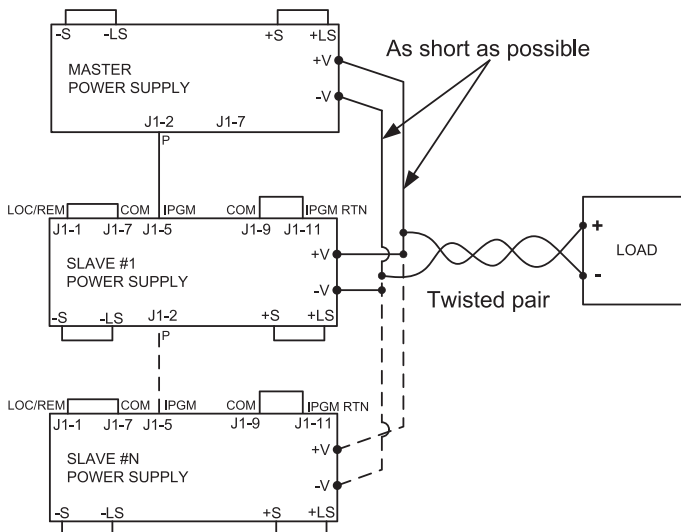

Рис.5-4: Параллельное соединение в режиме внутренней обратной связи (комментарии к схеме на англ.языке)
В процессе работы «ведущий» прибор функционирует в режиме CV, регулируя напряжение на нагрузке. Соедините сенсорные проводники для внутреннего или внешнего контроля, как показано на рис. 5-4 или 5-5. В главном меню данный режим задан по умолчанию как "H 1"
5. Для информации по соединению обратитесь к рис.5-4 (параллельная работа с местной обратной связью) или 5-5 (параллельная работа с удаленной обратной связью).
При работе в параллельном соединении источники питания могут быть соединены в режиме внутренней или внешней обратной связи. На рис. 5-4 и 5-5 изображены типовые соединения параллельно работающих источников питания.
В процессе работы «ведущий» прибор функционирует в режиме CV, регулируя напряжение на нагрузке. Соедините схему контроля для внутреннего или внешнего контроля, как показано на рис. 5-4 или 5-5.
6. Для информации по соединению обратитесь к рис.5-4 (параллельная работа с местной обратной связью) или 5-5 (параллельная работа с удаленной обратной связью) и к секции 5.6 по соединению «Daisy-Chain».